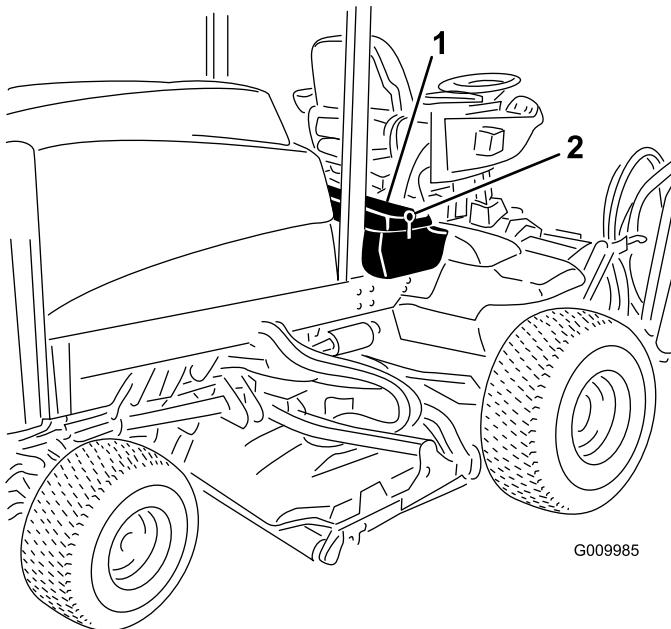

Figura 74
- Desenganche y levante el panel de la consola del operador (Figura 74).